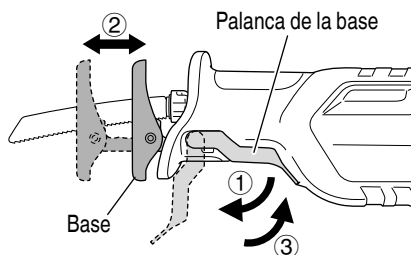

Fig. 14
- (1) Desactive el interruptor y extraiga la batería.
(2) Haga girar la palanca de la base hacia la derecha, y deslice la base hacia la posición deseada. La base puede ajustarse en cinco posiciones.
(3) Haga girar la palanca de la base hacia la izquierda para fijar la base. (Fig. 14)